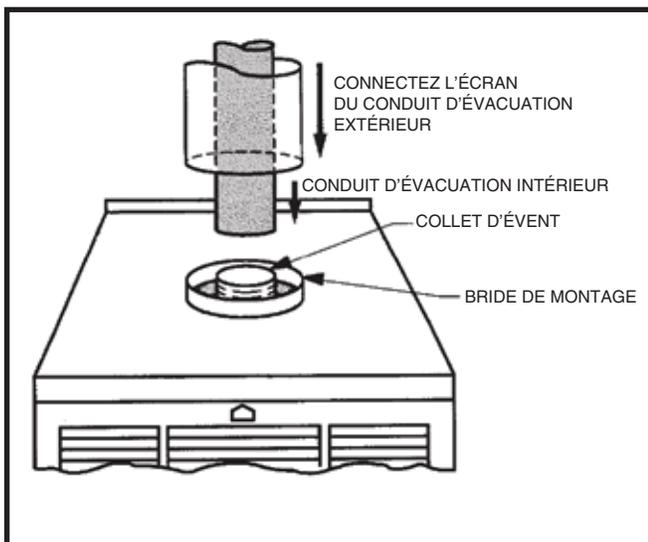

Figure 22. Branchement du tuyau d'air de combustion
- Connectez le conduit d'évacuation intérieur au collet d'évent de la fournaise. Consultez la Figure 22 (page 12).
- Connectez le tuyau d'air de combustion au collet de la fournaise avec une vis à tête. Voyez la Figure 22.